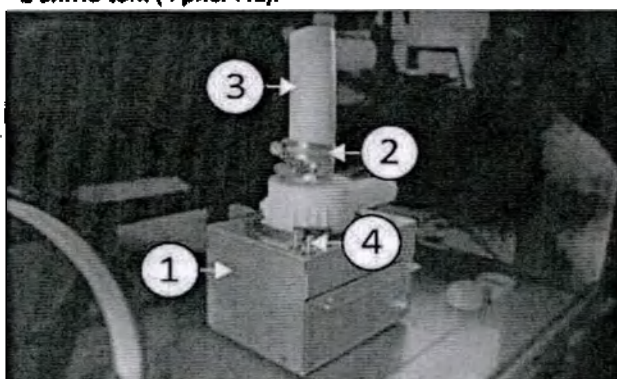
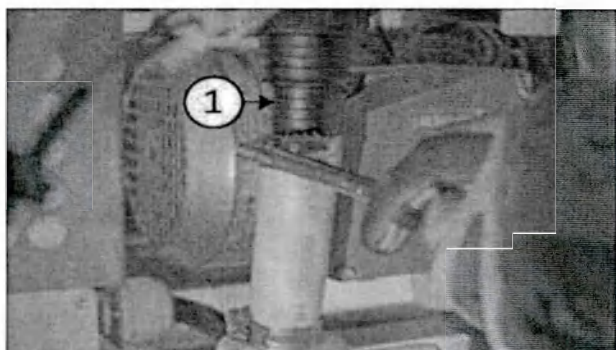

Рис. 7.1
Рис. 7.3
- сливной насос (1 рис. 7.1) с соответствующим хомутом (2 рис. 7.1) для подсоединения сливного шланга (3 рис. 6.1);
- 2 винта torx (4 рис. 7.1).
3) Подсоедините сливной шланг (3 Рис. 7.1) к сливному патрубку машины (1 Рис. 7.3) и зафиксируйте хомут шестигранной отверткой 7 мм.